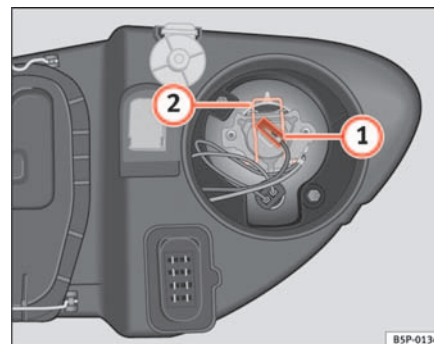

Abb. 184 Fernlicht
- Ziehen Sie den Stecker ⇒ Abb. 184 ① von der Lampe ab.
- Die Haltefeder ⇒ Abb. 184 ② durch Eindrücken und Rechtsdrehung abnehmen.